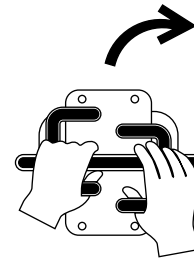

Figura 9
- Para virar para a direita, mova o controlo de tração esquerdo para a frente (Figura 9).